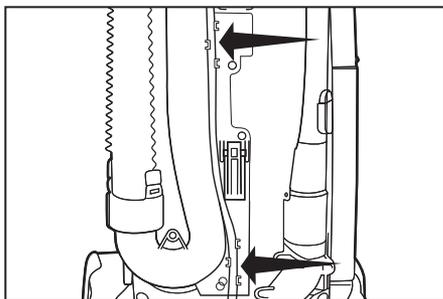

Fig. 2
- Enfilez le cordon à travers les deux guides de cordon à l'arrière du vide (Fig. 2). Modèle R25S only.